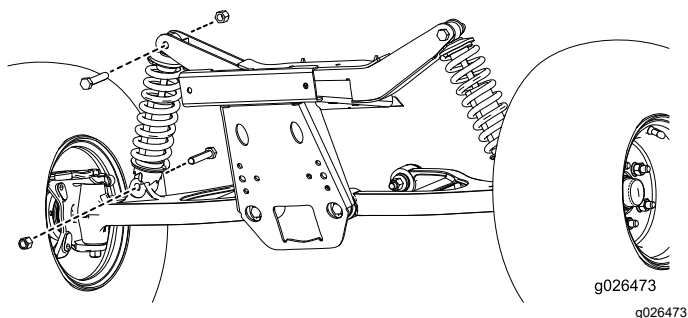

Figure 3
2. Déposez les amortisseurs actuels, comme montré à la Figure 3.